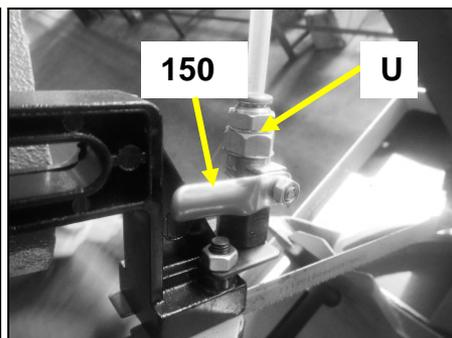

Fig 50
- Ouvrez les 2 robinets (U) lors de la mise en route de la machine, et réglez le débit avec les manettes (150) (Fig 50 & 51).